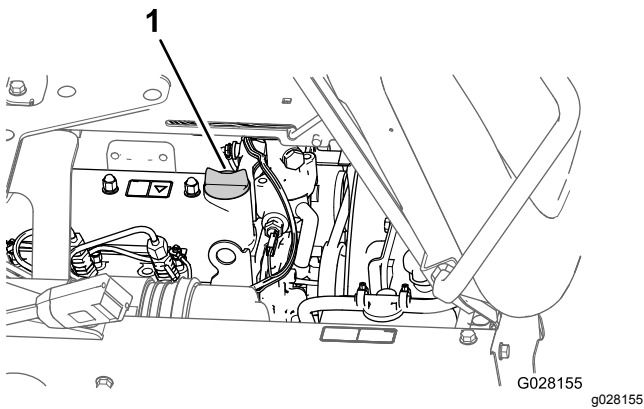

Bild 70
3. Nehmen Sie bei niedrigem Ölstand den Fülldeckel von der Ventilabdeckung (Bild 70) ab und gießen Sie Öl in den Füllstutzen, bis der Ölstand an der Voll-Markierung am Peilstab liegt.